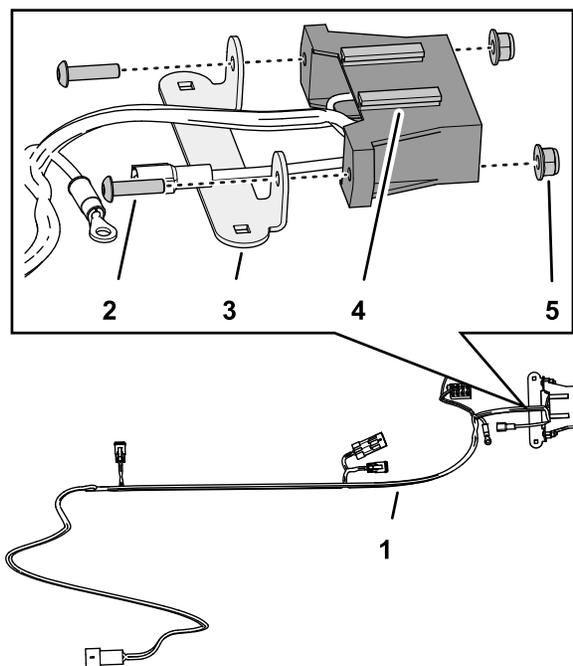

Рисунок 5
1. Совместите отверстия в узле крепления блока предохранителей с отверстиями в блоке предохранителей жгута проводов, как показано на Рисунок 5.
- Установите крепление блока предохранителей на блок предохранителей (Рисунок 5) с помощью 2 винтов с внутренним шестигранником (№ 10 x ¾ дюйма) и 2 фланцевых контргаек (№ 10).